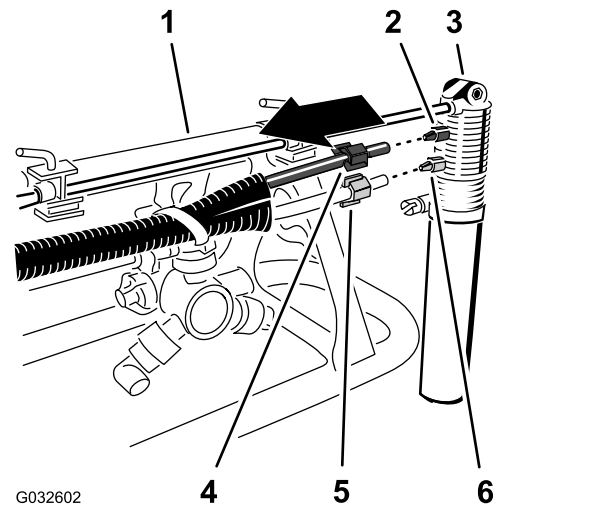

Figura 21
2. No bico do marcador de espuma, desaperte a porca de compressão que prende o tubo azul (água) à união de compressão azul do bico do marcador de espuma (Figura 21).
3. Desaperte a porca de compressão que prende o tubo transparente (ar) à união de compressão branca do bico do marcador de espuma (Figura 21).
5. Retire as porcas da compressão nas extremidades dos tubos (Figura 21).